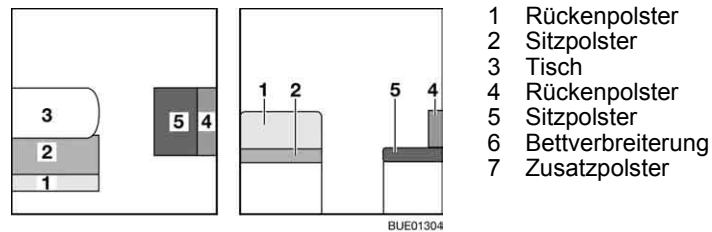

Bild 126 Vor dem Umbau
- Tisch (Bild 126,3) zum Bettunterbau umbauen (siehe Abschnitt 6.11).
- Das Rückenpolster (Bild 126,1) abnehmen und auf den Tisch legen.